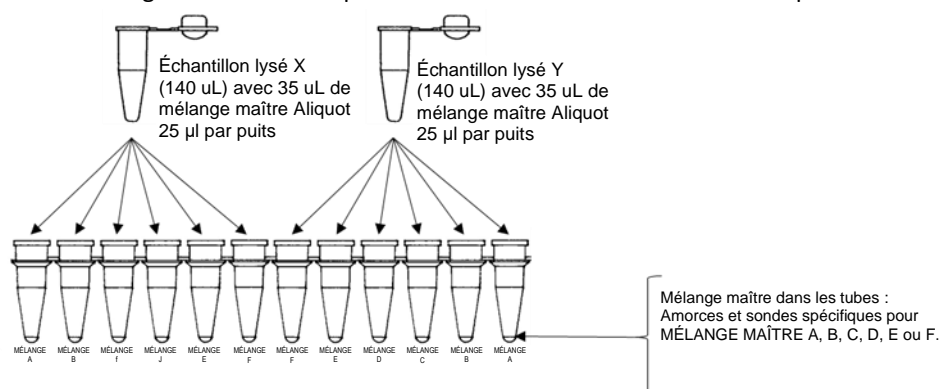

Figure 2 Schéma de pipetage des échantillons Échantillon/mélange maître.
5. Transférez **25 µl** du premier échantillon Échantillon/mélange maître dans le tube 1 de la barrette de réactifs PCR (Figure 2). Répétez cette opération pour les tubes 2 à 6.
6. Transférez 25 µl du deuxième échantillon Échantillon/mélange maître dans le tube 7 de sa barrette de réactifs PCR. Répétez cette opération pour les tubes 8 à 12 (Figure 2).